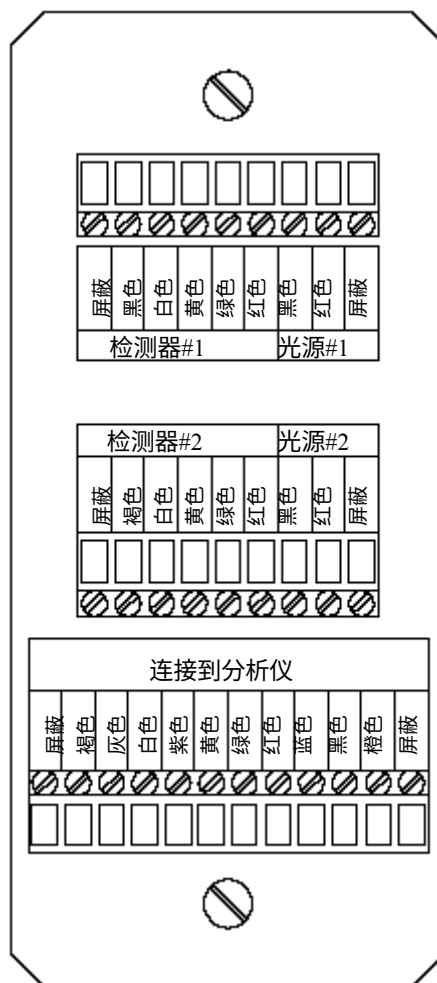

图4-3 浊度传感器接线端排列
3. 参考图 4-3 连接新的光源或者检测器的电线到传感器的接线端子上，颜色相匹配。